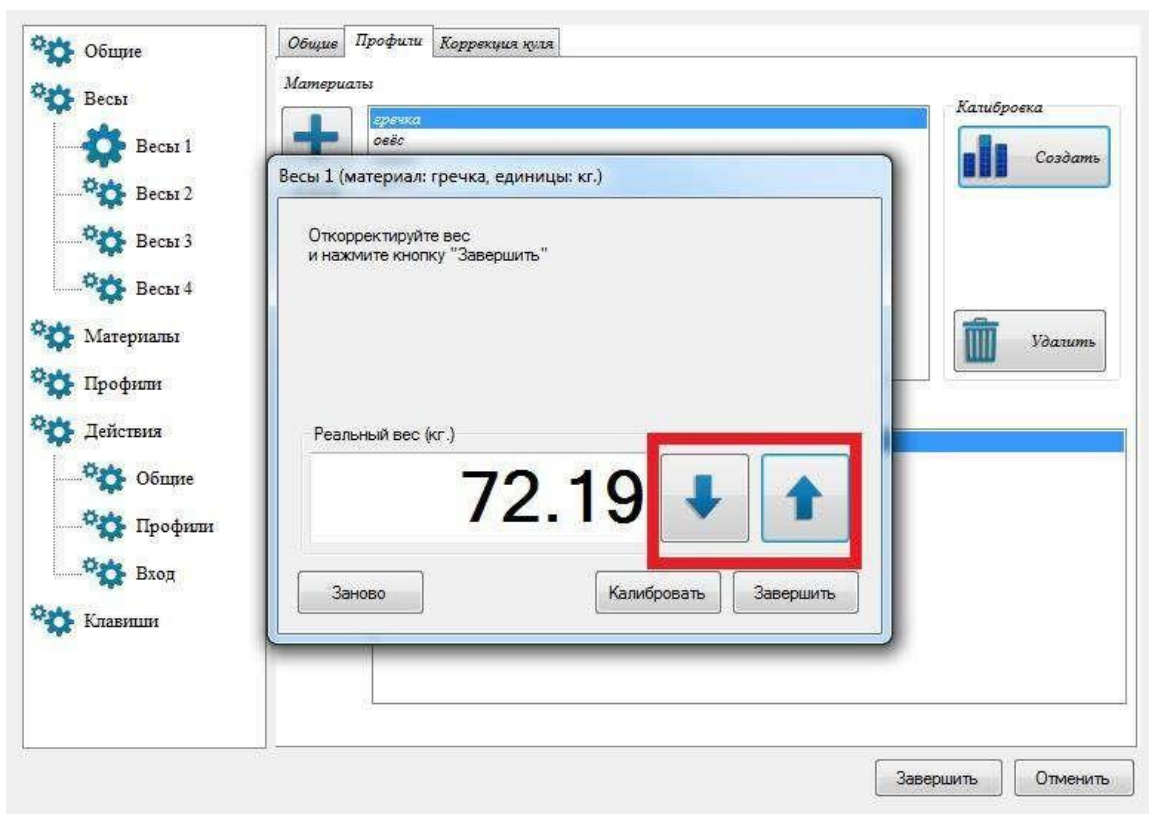

Рисунок 1.18 Занесение реального веса при калибровке
- 3.2.11 Занесите полученный результат контрольного взвешивания в графу «Реальный вес», как указано на Рис. 1.18, и нажмите кнопку <КАЛИБРОВАТЬ>. В случае возникновения каких-либо сбоев в процессе взвешивания калибруемого материала нажмите кнопку <ЗАНОВО>. При этом выполненный цикл калибровки будет проигнорирован;
- п. 3.2.11: Занесите значение контрольного веса в графу «Реальный вес», как указано на Рис. 1.18, и нажмите кнопку <КАЛИБРОВАТЬ>. В случае возникновения каких-либо сбоев в процессе взвешивания калибруемого материала нажмите кнопку <ЗАНОВО>. При этом выполненный цикл калибровки будет проигнорирован.